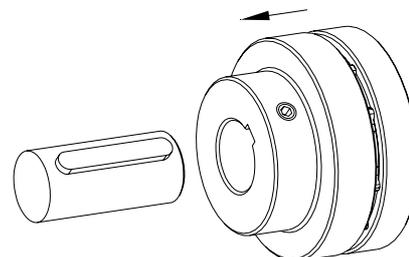

Figura 31: montaje de los componentes
- Monte las piezas que ha ensamblado en el otro extremo del eje (véase figura 31).